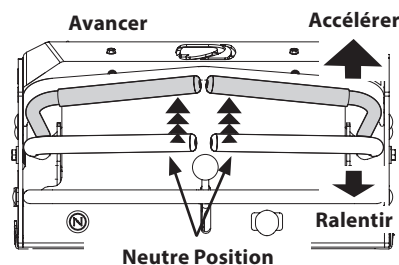

Figure 11
1. Avancez lentement et régulièrement les deux leviers de contrôle de la barre abdominale. La tondeuse commencera à avancer (Figure 11).